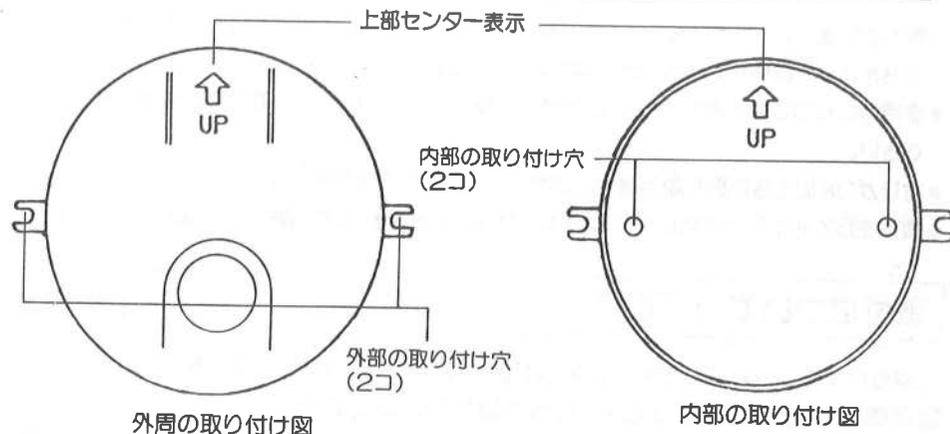

図6
■取付穴について (図6を参照)
- ☞ 取り付け前に8ページ、図6、7をご参照の上、正しく取り付けてください。